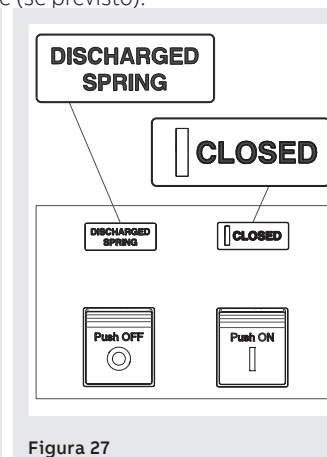

Figura 27
- Interruttore chiuso con molle scariche (vedi Figura 27).